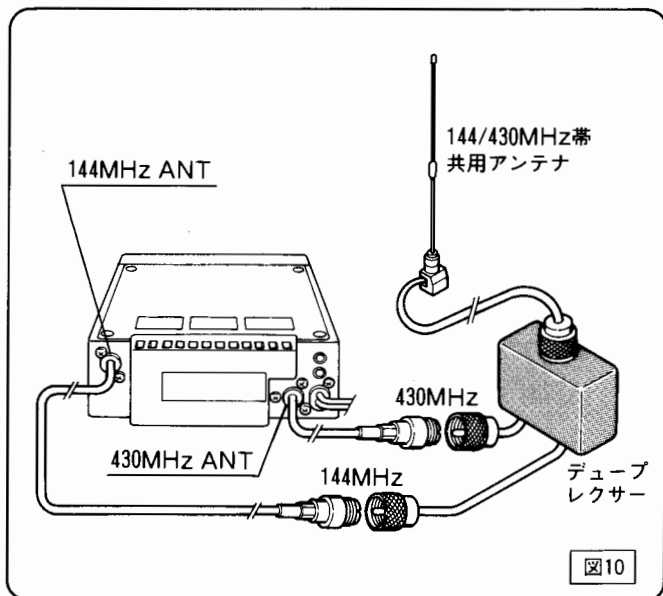

図10
### ② 共用アンテナに接続する場合 (図10)
- ① 144MHz帯、430MHz帯共用アンテナを使用する場合は、144MHz、430MHz帯用デュプレクサーが必要になります。